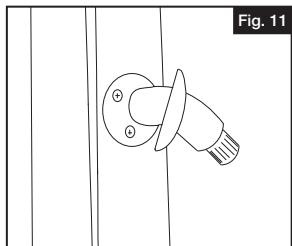

Fig. 11
- 3.** Deslice la cubierta de moldura en el retorno de poste NO encajarla en su lugar hasta que se haya completado la instalación del pasamanos (Fig. 11).